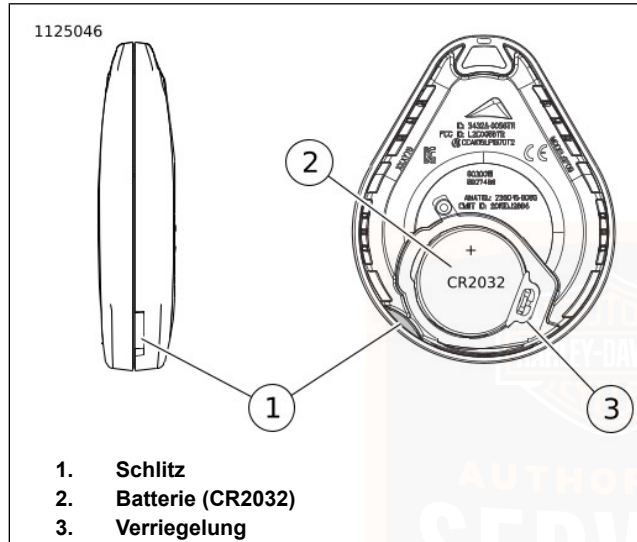

Abbildung 18. Schlüsselanhängerbatterie austauschen
- Siehe Abbildung 18. Die Seriennummer auf dem Schlüsselanhänger befindet sich auch auf der Innenseite des Schlüsselanhängers.
1. Siehe Abbildung 18. Zum Öffnen des Schlüsselanhängers den Schlitz (1) mit einem dünnen Gegenstand drehen.
2. Die Batterie (2) herausnehmen und gemäß den örtlichen Bestimmungen entsorgen.